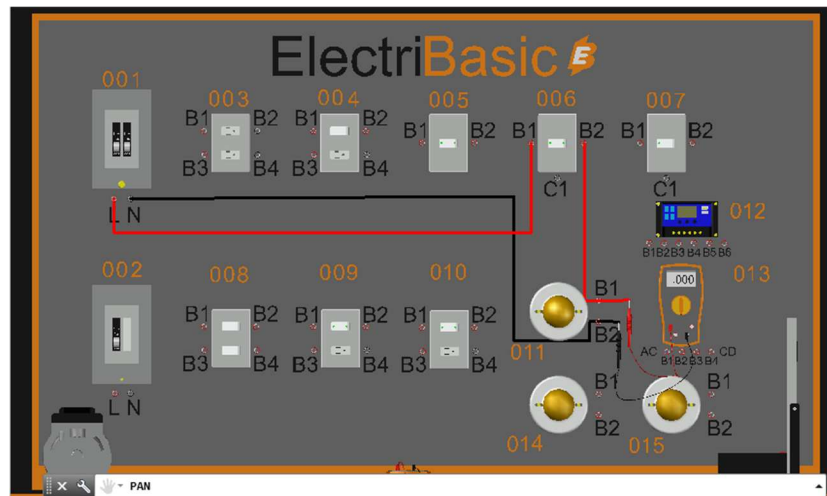

Fig.1 Medición de voltaje en el Circuito.
- 2.-Conectar el interruptor termomagnético 001-L con 005-B1 posteriormente 005-B2 conectarlo con 011-B1 y 001-B2 con 001-N como se muestra en la Fig.1
- 3.- Con el multímetro (019) realizar la medición de voltaje de corriente alterna en paralelo, el cable rojo (INPUT) a 011-B1 y el cable negro a 011-B2, Nota:
utilizar las configuraciones del multímetro para medir voltaje de corriente alterna. Fig.1